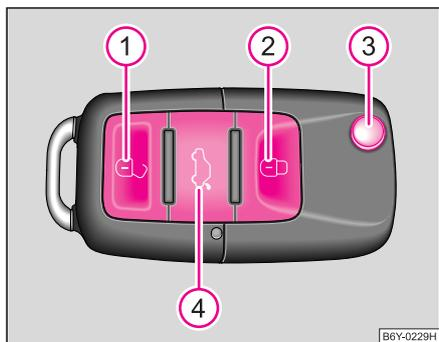

Abb. 28 Funk-Schlüssel
- Drücken Sie die Taste **4** etwa 1 Sekunde lang ⇒ **Abb. 28**.